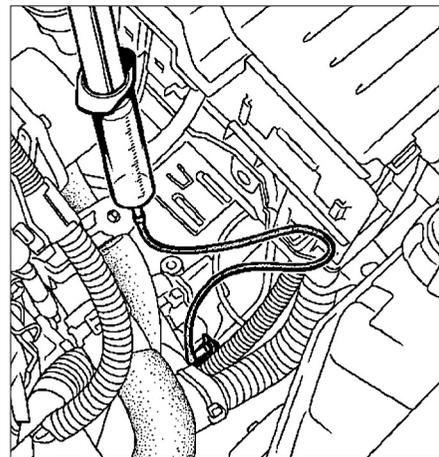

FIG. 11
- Brancher une seringue, munie d'un tuyau transparent et remplie de 60 cm³ de liquide de frein, sur le purgeur (Fig.11).